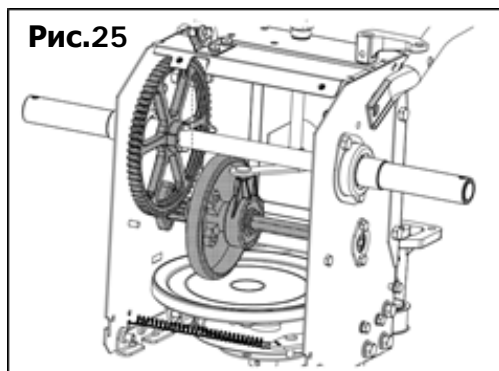

Рис.25
- Нанесите легкое покрытие всепогодной многоцелевой смазки на шестигранный вал (Рис. 25).